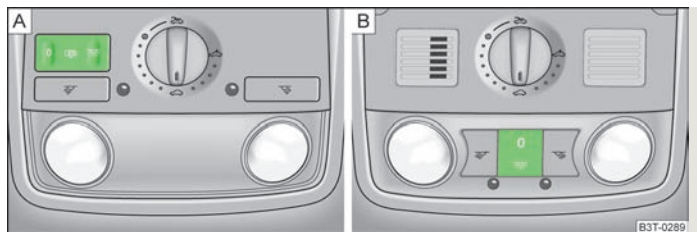

Fig. 39 Eclairage intérieur avant
- Appuyez sur le commutateur au niveau du symbole  » fig. 39.
- Amenez le commutateur en position médiane. Sur les véhicules sans surveillance de l'habitacle, la position médiane est représentée par un symbole  » fig. 39 - [A].